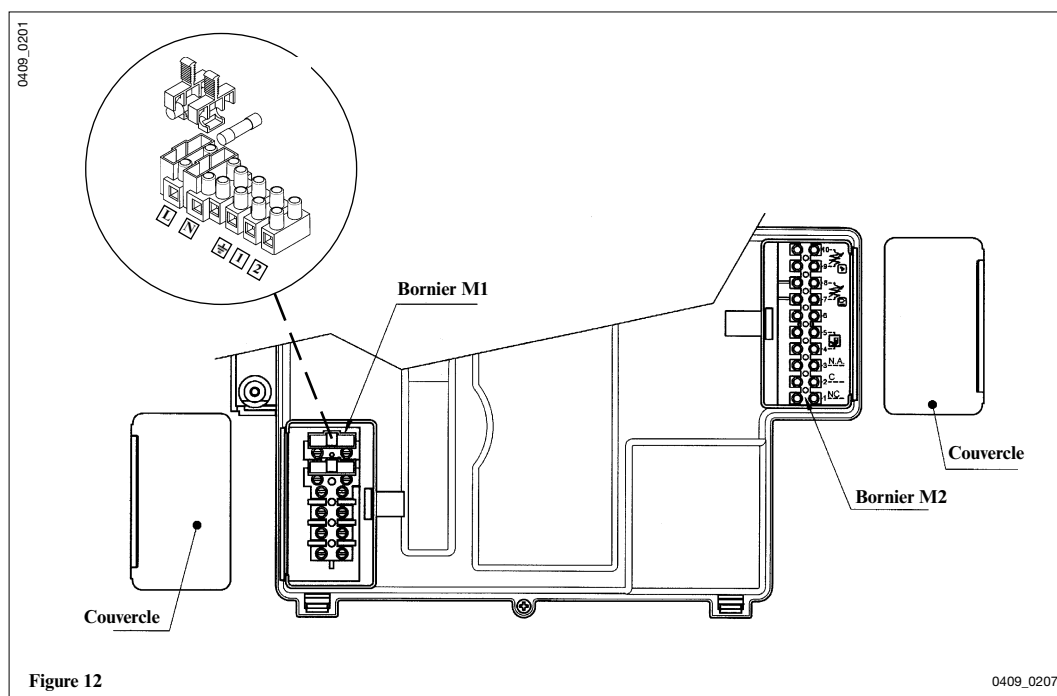

Figure 12
15.1 Description des connexions électriques vers la chaudière Tourner vers le bas le boîtier de commande et accéder aux borniers M1 et M2 destinés aux connexions électriques en enlevant les deux couvercles de protection (voir figure 12).
Le contact relatif à la demande de fonctionnement des différentes zones doit être relié en parallèle et connecté à la borne 1-2 “TA” du bornier M1, figure 12. Éliminé le pontage.